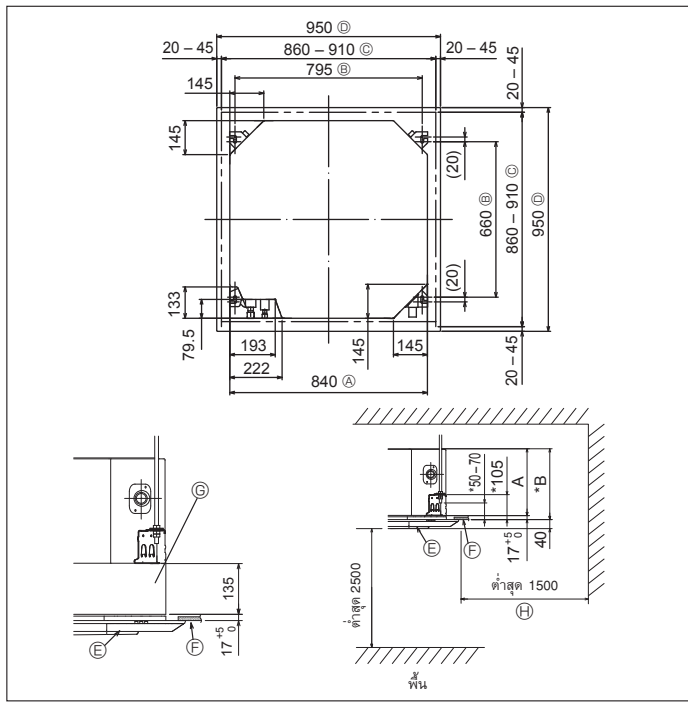

Fig. 3-2
3.2. การเจาะช่องและสถานที่สำหรับติดตั้งเครื่อง (Fig. 3-2)
- ความกว้างของช่องเปิดของเพดานนั้นต้องให้อยู่ในเกณฑ์บังคับ ซึ่งแสดงอยู่ใน Fig. 3-2 โดยให้จุดกึ่งกลางของตัวเครื่องตรงกับช่องเปิดของเพดาน และควรแน่ใจว่าช่องว่างสำหรับฝั่งตรงข้ามของทุกด้านนั้นห่างเท่ากัน